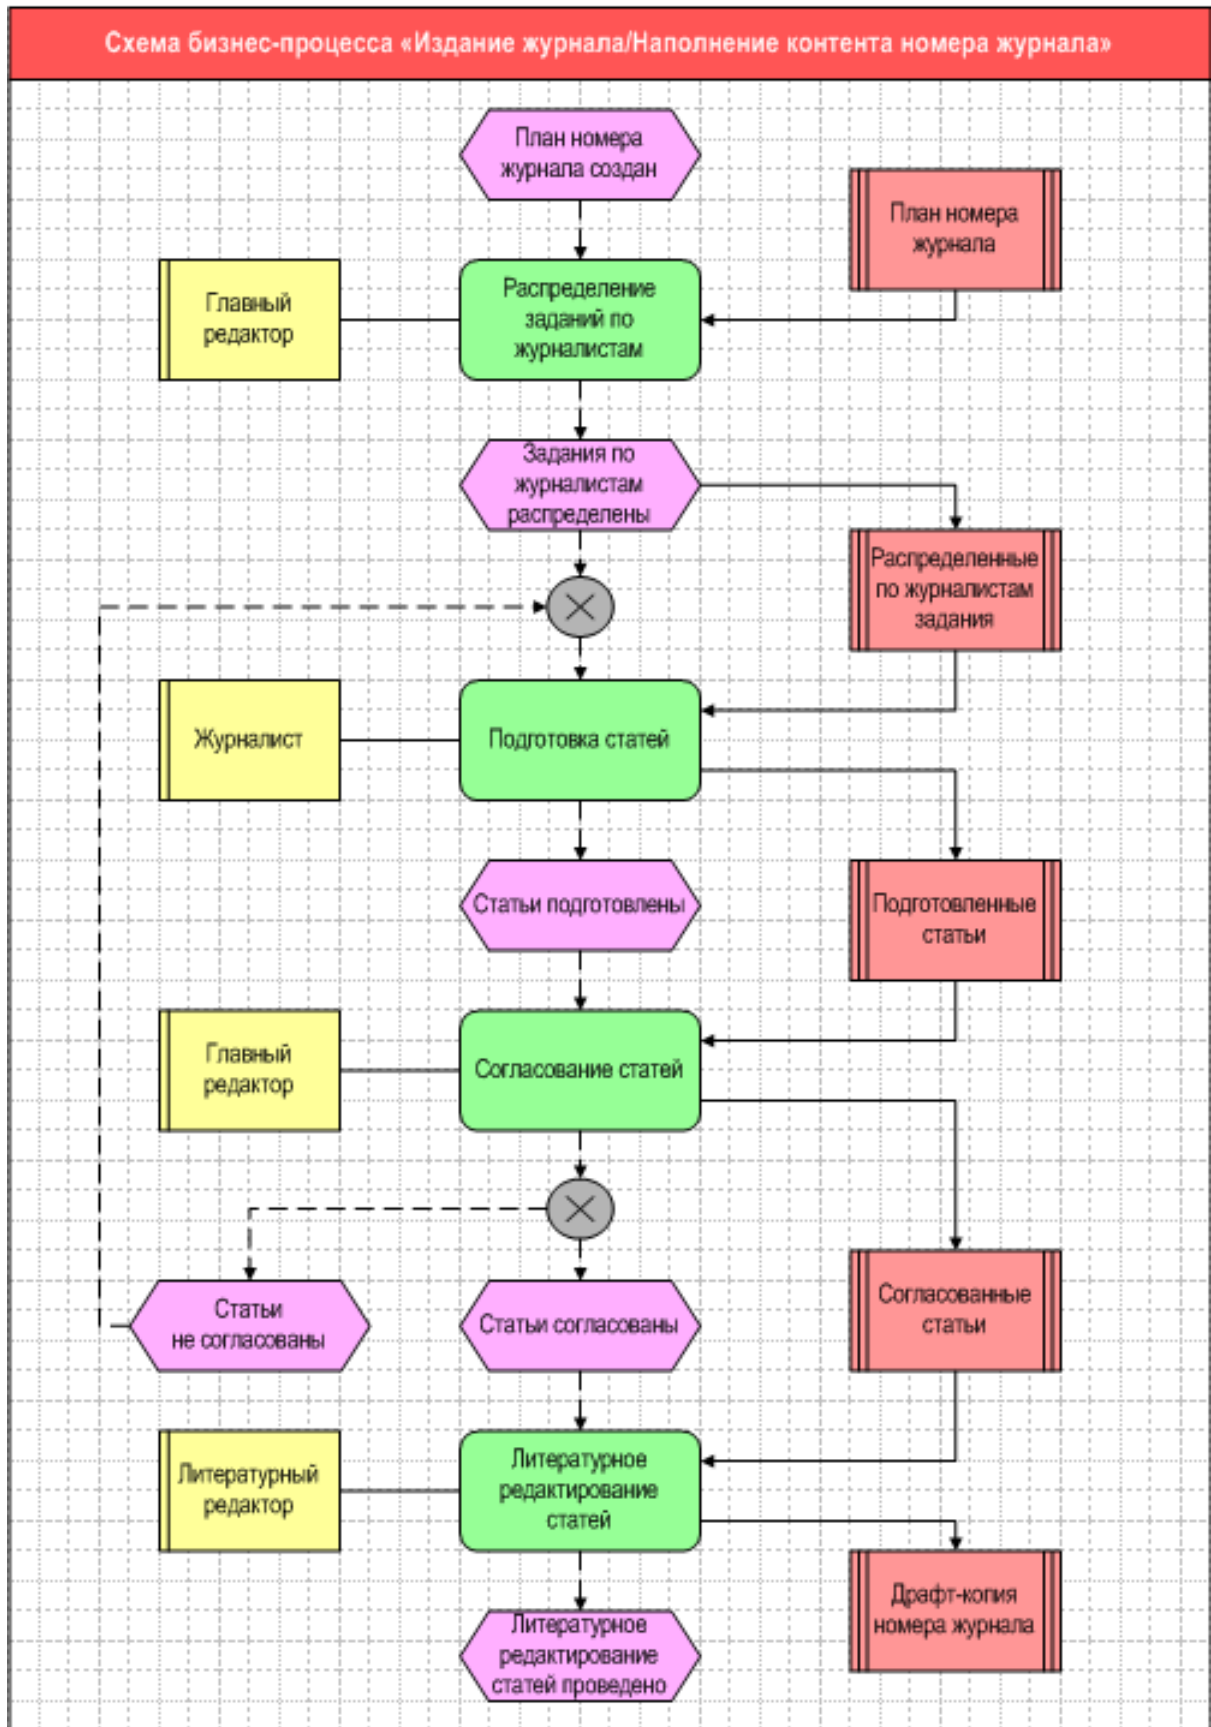

Рис. 72. Диаграмма ARIS *Extended event driven process chain* (eEPC-расширенная)
3. В соответствии с рис. 72 создайте диаграмму бизнес-процесса «Издание журнала/Наполнение контента номера журнала».